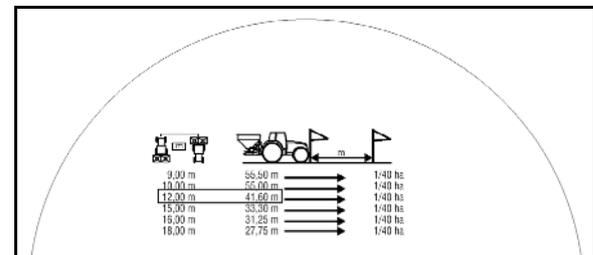

Fig. 71
7. Für die aufgefangene Düngermenge (8,5 kg) den Zahlenwert (A) auf der oberen Skala (Fig. 71/1) und für die gewünschte Streumenge (260 kg/ha) den Zahlenwert (B) auf der mittleren Skala (Fig. 71/2) aufsuchen.
8. Eine gerade Verbindungslinie (Fig. 71/4) durch die Punkte A und B legen.
9. Die Verlängerung der Verbindungslinie zeigt auf der unteren Skala (Fig. 71/3) den Zahlenwert (C) für die erforderliche Schieberstellung, hier 12,8.